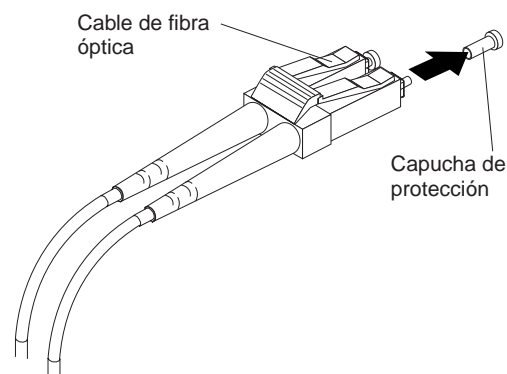

Figura 19. Extracción de las capuchas de protección del cable de fibra óptica
3. Extraiga las dos capuchas de protección de uno de los extremos del cable LC-LC, tal como se muestra en la Figura 19. Conserve las capuchas de protección para poder utilizarlas más adelante.